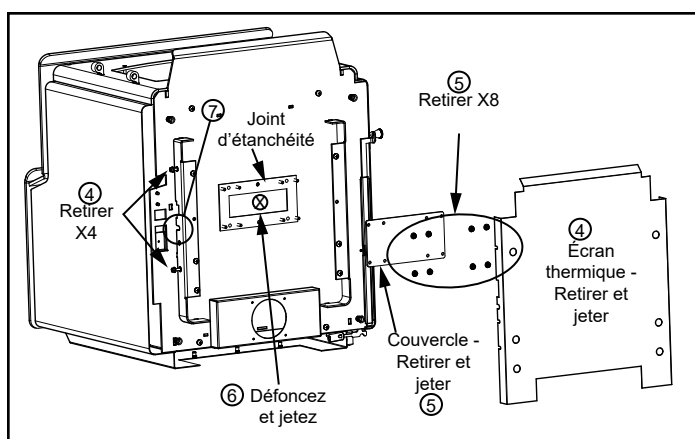

Figure 18.2
3. Couchez l'appareil sur son dos, sur une surface rembourrée ou une palette (**Figure 18.2**).
4. Retirez l'écran thermique en desserrant les quatre boulons à l'aide de la clé ouverte 3/8 (**Figure 18.2**).
5. Retirez les 8 écrous maintenant le couvercle à l'aide de la clé à douille 7/16; jetez le couvercle (**Figure 18.2**).
6. Retirez l'alvéole défonçable du bas de la boîte à feu à l'aide du marteau (**Figure 18.2**).
3. Couchez l'appareil sur son dos, sur une surface rembourrée ou une palette (Figure 18.2 à la page 18).
4. Retirez l'écran thermique en desserrant les quatre boulons à l'aide de la clé ouverte 3/8 (Figure 18.2 à la page 18).
5. Retirez les 8 écrous maintenant le couvercle à l'aide de la clé à douille 7/16; jetez le couvercle (Figure 18.2 à la page 18).
6. Retirez l'alvéole défonçable du bas de la boîte à feu à l'aide du marteau (Figure 18.2 à la page 18).